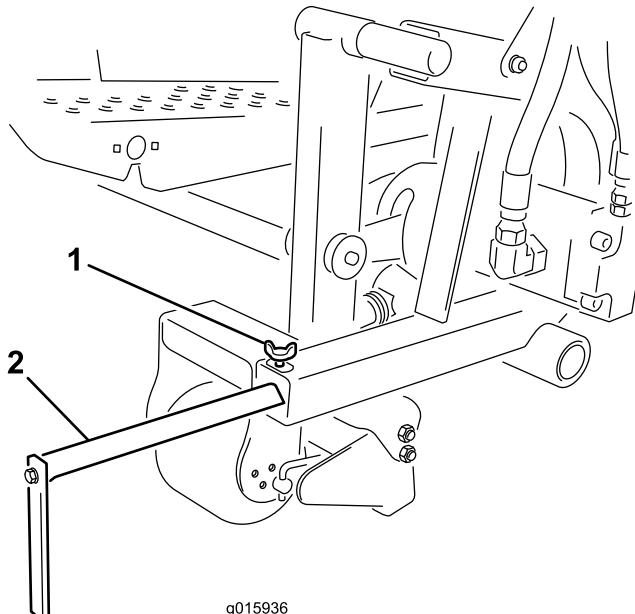

Figura 11
Desaperte o parafuso de ajuste e move o guia de alinhamento para a posição desejada (Figura 11).
1. Desaperte o parafuso e ajuste o guia de alinhamento para antes ou depois da posição desejada (Figura 11).